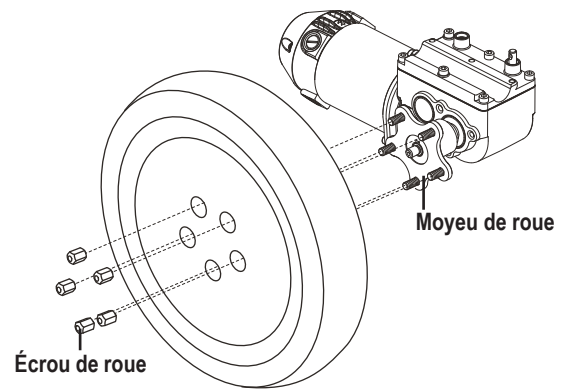

Figure 12. Roue motrice avec cinq écrous de roue
4. Retirez le cache-moyeu, le cas échéant, puis retirez les trois (3) ou cinq (5) écrous de roue du moyeu de roue. **Voir la figure 12 ou 13.**